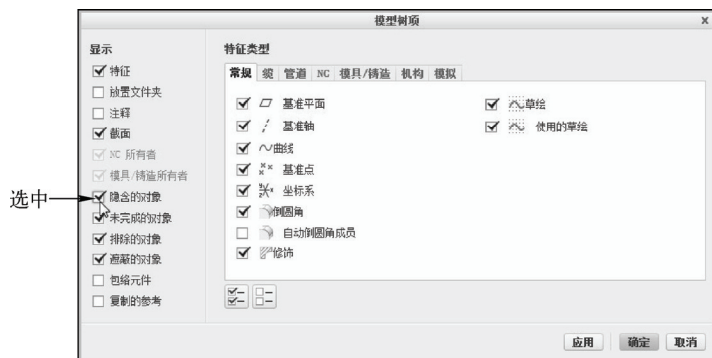

图 7-7 “模型树项”对话框
STEP 03 弹出“模型树项”对话框，在“显示”选项区中选中“隐含的对象”复选框，如图 7-7 所示。